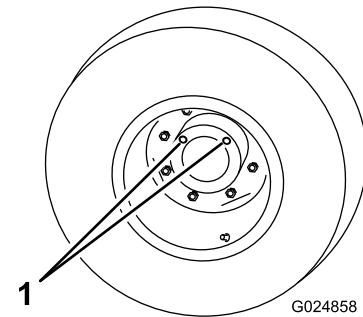

図64
5. まだプラグを取り付けていない方の穴が11時-1時の位置にくるように、車輪を回転させる図64。